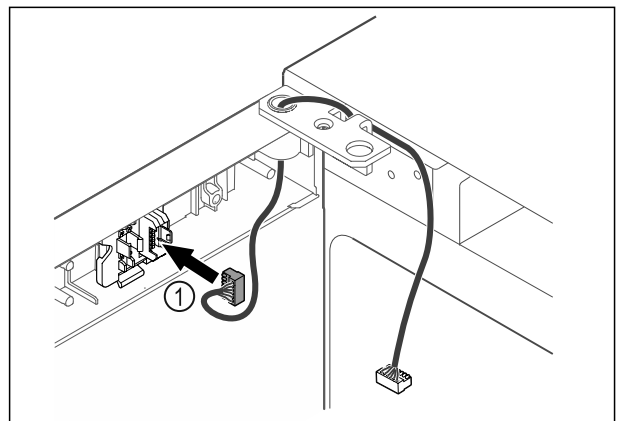

Fig. 40
- ▶ Stecker Fig. 40 (1) in Steckerhalterung einstecken.